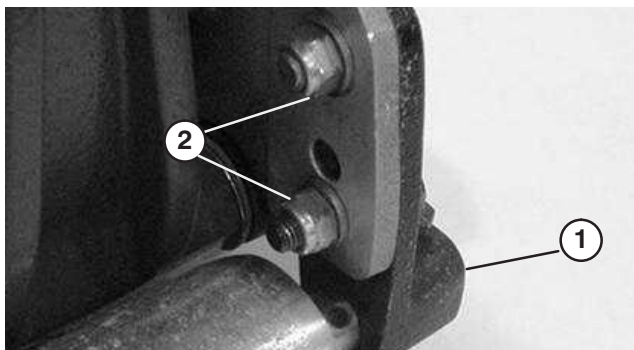

Figure 14
4. Desserrez les contre-écrous de fixation du support du rouleau arrière à la plaque latérale du plateau de coupe (Fig. 14).